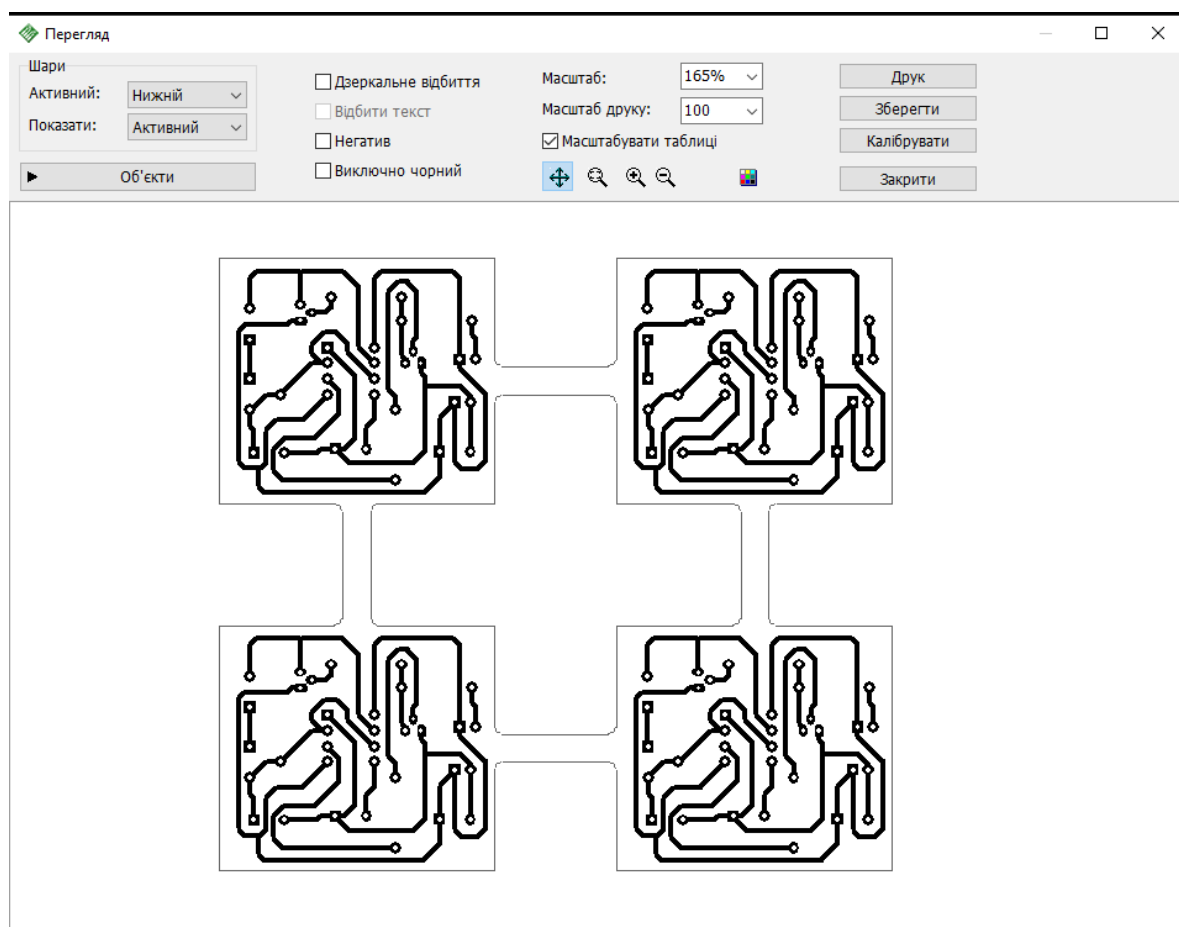
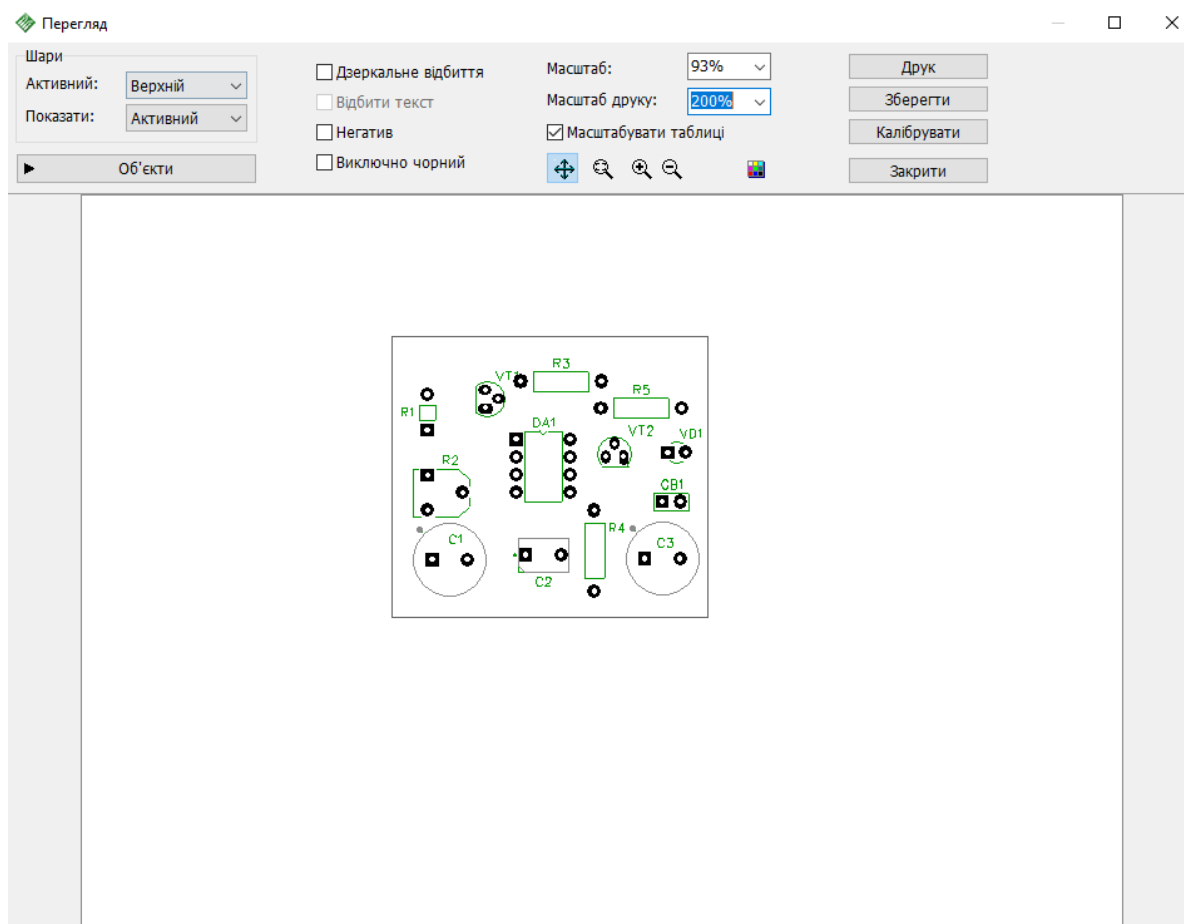

Рисунок 3.4 — Приклад креслення доріжок
Рисунок 3.5 — Приклад маркування ЕК.
6. За результатом роботи по трасуванню плати Ви повинні створити два PDF файли. Перший повинен містити виключно доріжки та контактні майданчики (рис. 3.4) та називатися «Плата», а другий маркування ЕК (рис. 3.5)